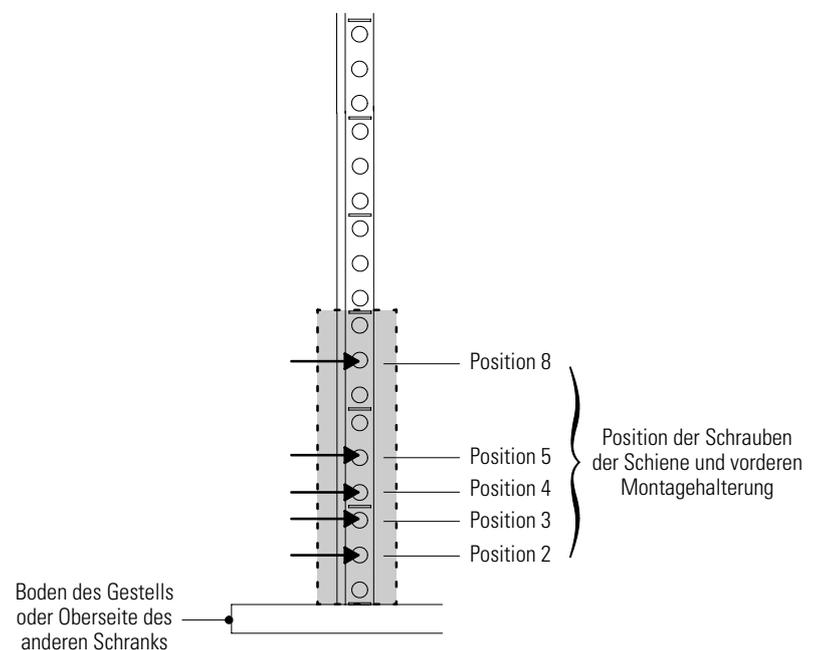
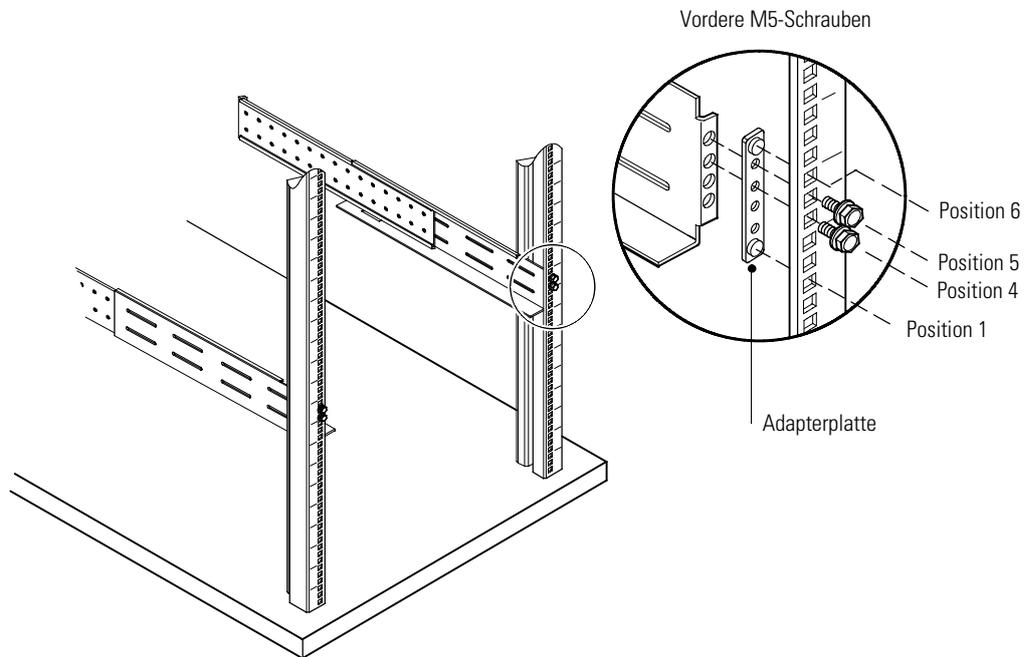

Abbildung 2. Schraubenpositionen der vorderen Schiene des EBM
Abbildung 3. Befestigen der vorderen Schiene
1. Für die Positionierung des EBMs im Gestell die passenden Bohrungen auswählen (siehe Abbildung 2).
3. Die Schiene mit zwei M5-Metallschrauben und Adapterplatte an der Vorderseite des Gestells befestigen (siehe Abbildung 2 und Abbildung 3).